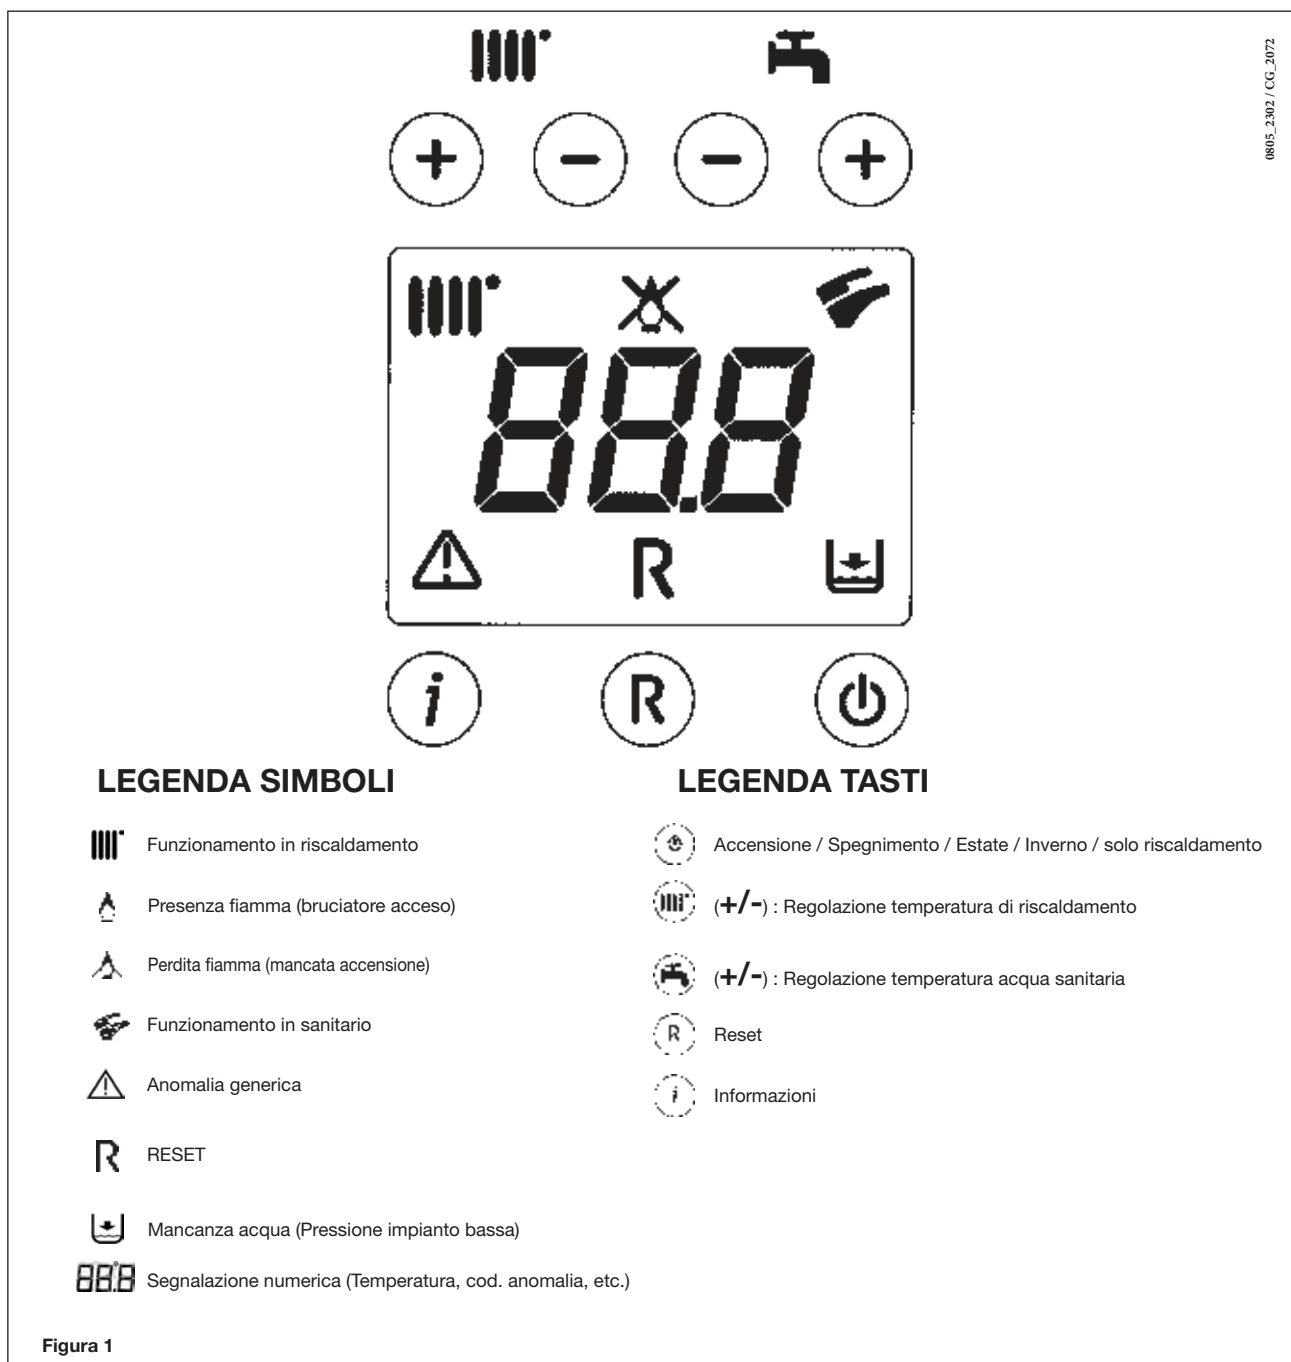

Figura 1
La regolazione della temperatura ambiente (III) e dell'acqua calda in sanitario (II) viene effettuata agendo sui rispettivi tasti +/- (figura 1). L'accensione del bruciatore è visualizzata sul display con il simbolo (II) come descritto al paragrafo 3.
Durante il funzionamento della caldaia in riscaldamento, sul display (figura 1) è visualizzato il simbolo (III) intermittente e la temperatura di mandata riscaldamento (°C).
Durante il funzionamento della caldaia in sanitario, sul display (figura 1) è visualizzato il simbolo (II) intermittente e la temperatura di uscita dell'acqua calda sanitaria (°C).